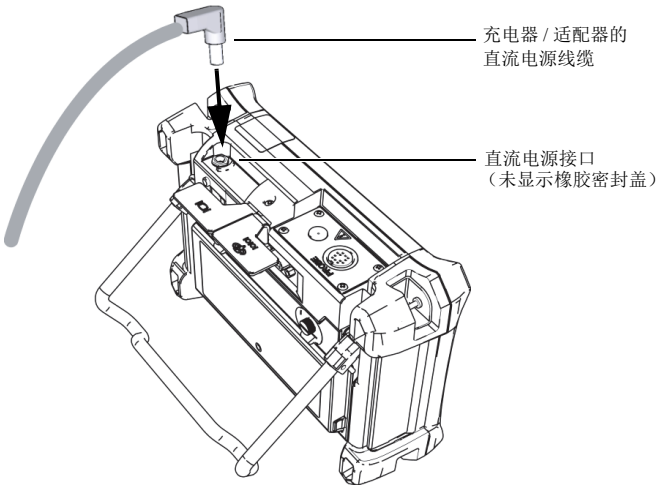

图 1-9 连接 DC 电源线缆
3. 将充电器 / 适配器的直流电输出电源线缆连接到 NORTEC 600 仪器顶部的直流电源接口（参见第 23 页的图 1-9）。